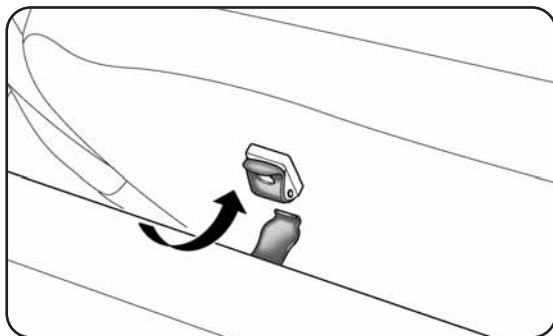

fig. 60
- svincolare gli agganci dagli schienali dei sedili posteriori fig. 60;